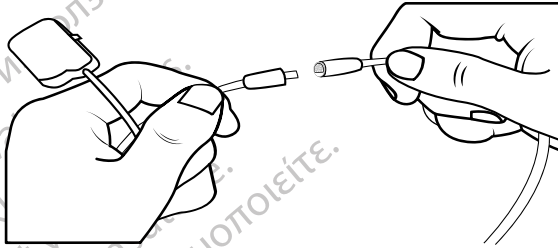

Рисунок 14. Кабели и удлинитель для операционной 1x8
1. Прикрепите удлинитель кабеля для операционной к кабелю для операционной (Рисунок 14).